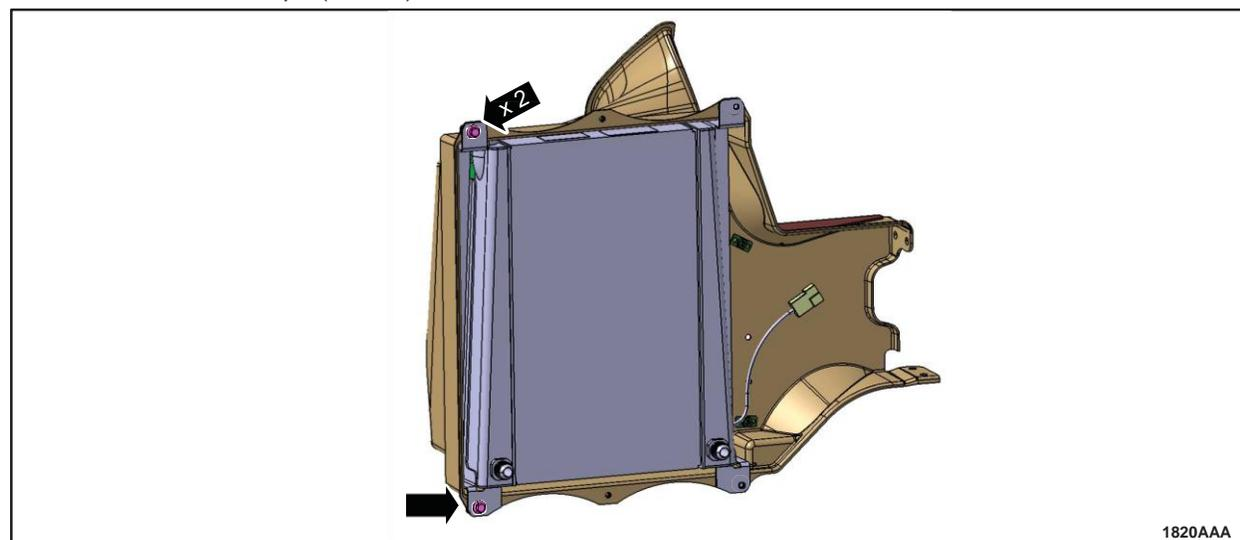

FIGURE 13
15. Installer le refroidisseur d'embrayage sur la gaine en utilisant deux fixations courtes extérieures M6x14 (W500012) et des écrous à rondelle. (Figure 13)